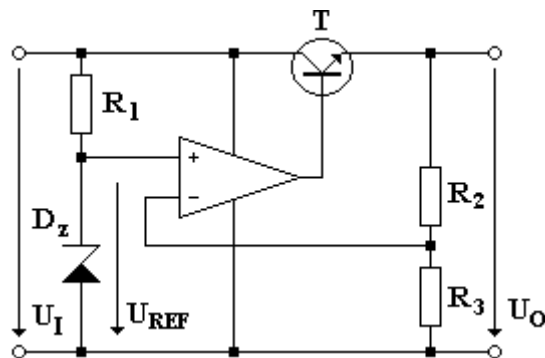
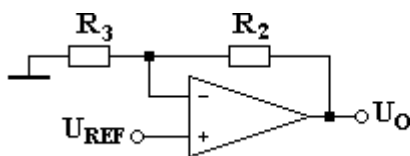

Fig. 8.1. Schema de principiu a unui stabilizator cu reacție și amplificator de eroare realizat cu AO.
Fig. 8.2. Circuitul echivalent de calcul a tensiunii stabilizate pentru circuitul din fig. 8.1.
Stabilizatoarele de tensiune realizate cu amplificatoare operaționale (AO) sunt stabilizatoare cu componente discrete la care ca amplificator de eroare se folosește un amplificator operațional în configurație neînversoare (fig.8.1). Pe intrarea neînversoare se aplică tensiunea de referință, obținută de exemplu de la un stabilizator parametric, iar pe intrarea inversoare se aplică o fracțiune din tensiunea stabilizată, obținută de la un divizor al tensiunii de ieșire. AO având amplificarea în buclă deschisă foarte mare, lucrează astfel încât potențialul bornei inversoare să fie mereu egal cu cel al bornei neînversoare. Orice abatere a tensiunii de ieșire care determină o dereglare a acestei egalități înseamnă apariția unei tensiuni diferențiale, de o anumită polaritate, în funcție de sensul de variație a tensiunii de ieșire (creștere sau micșorare).
Deoarece tranzistorul serie este repetor pe emitor (repetor de tensiune), stabilizatorul din fig.8.1 se comportă ca un AO de putere (tranzistorul serie realizează o amplificare de curent), în configurație neînversoare (fig.8.2).
**Exemplul 8.1.** Se consideră stabilizatorul serie cu amplificator de eroare realizat cu AO din fig.8.1. Să se dimensioneze rezistențele din circuit dacă  $U_I=20V$ ,  $U_{REF}=5,1V$  și  $U_O=12V$ . Se presupune că AO este ideal. Curentul prin dioda Zener este egal cu 5mA iar prin divizorul  $R_2$ ,  $R_3$  curge un curent de aproximativ 1mA. Se vor utiliza rezistoare cu toleranța de 1%.